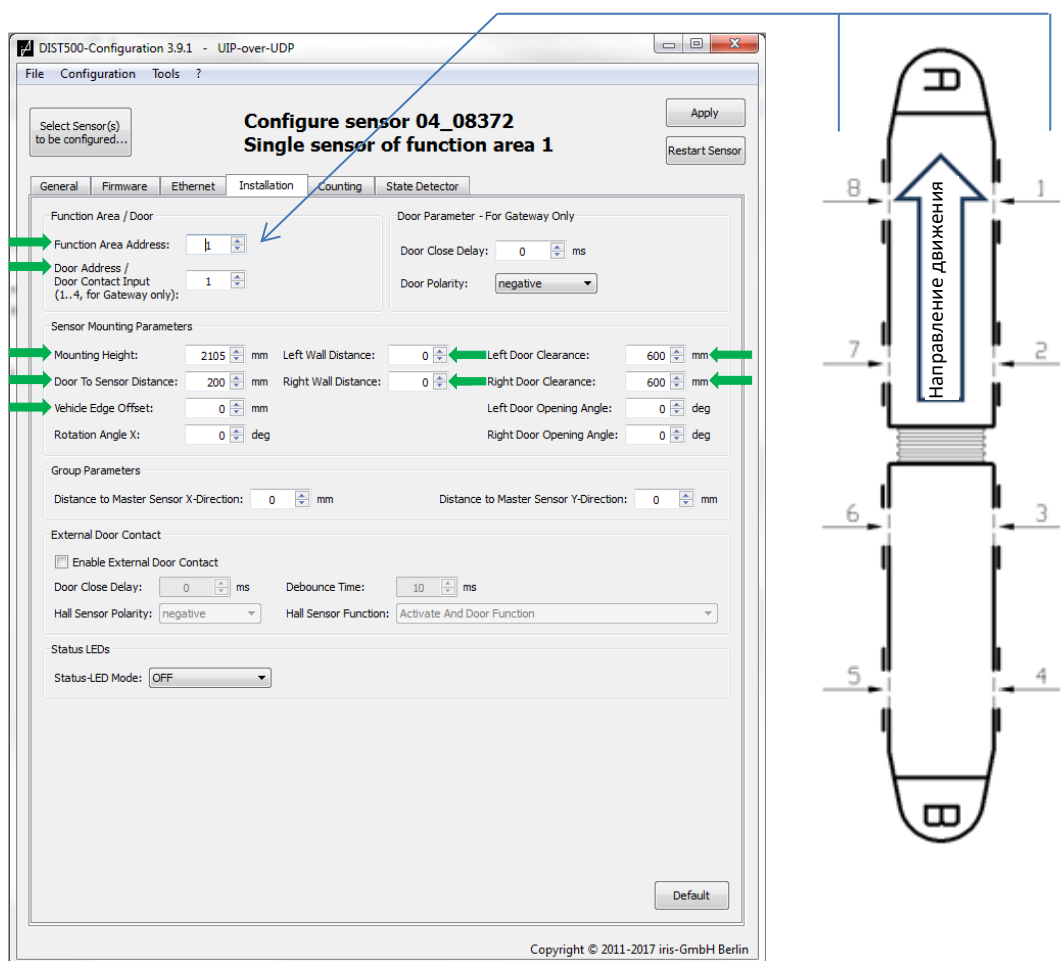

Рис. 27: Параметры конфигурации Installation (установка), адрес функциональной зоны
**Function Area Address (FA, адрес функциональной зоны):** соответствует логической нумерации дверей, на которых установлены датчики/группы датчиков. Способ присвоения номеров дверей/адресов функциональных зон, принятый компанией iris GmbH, показан на рис. 27.